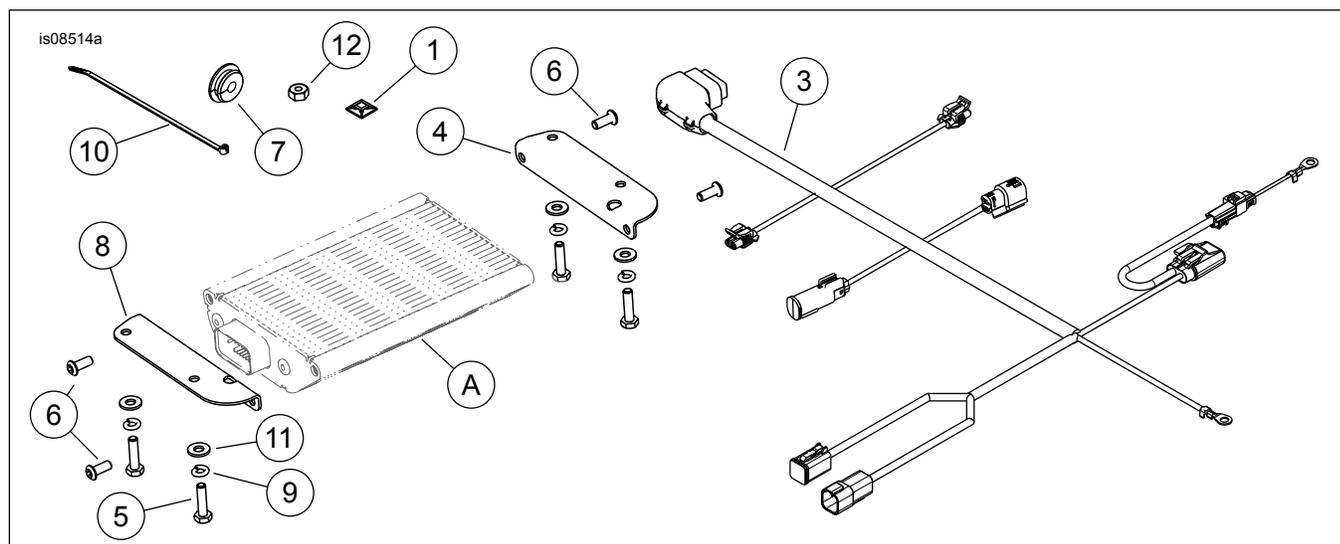

Figura 5. Parti di ricambio, kit di installazione dell'amplificatore
Vedere Figura 5 e Tabella 1.
1. Pulire l'etichetta indicante la capacità dentro il Tour-Pak con una miscela al 50% di alcol isopropilico e al 50% di acqua distillata. Vedere Figura 5. Applicare la **nuova** etichetta indicante la capacità (2) dal kit in modo da coprire l'etichetta originale. Notare il limite di carico rivisto, dovuto all'installazione dell'amplificatore.
2. Installare le staffe (4 e 8) sull'amplificatore (A) con le viti (6). Serrare in sequenza alternata le viti.
*Questi fori sono per le guide [36TB] e [37TB] del cablaggio dell'amplificatore (Figura 5, elemento 3), che vengono collegate durante l'installazione del kit altoparlante Tour-Pak Boom! Audio Stage II.*